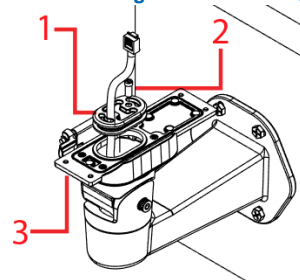

Figure 3
- F. Faites passer le câble Ethernet à travers l'élément étanche en caoutchouc (1) (Figure 3) et si vous n'utilisez pas les deux œillets, insérez la goupille en caoutchouc (2) (Figure 3) dans l'élément étanche en caoutchouc.
- G. Insérez l'élément étanche en caoutchouc à sa place, dans la plaque du bras de montage. (3) (Figure 3).